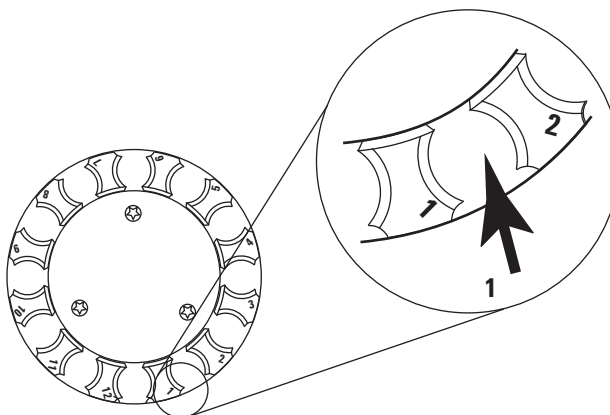

图 13 12 样品盘位置
- 2 每个样品瓶位置左侧的标签标有该位置的编号。请参见图 13。